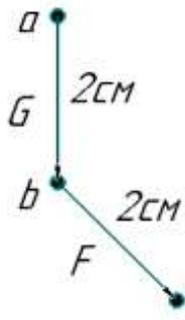

Рисунок 8, а
3. Отложите в масштабе заданные силы F и G по линии их действия, используя правила построения силового многоугольника, т.е. из точки A отложите вектор G , равный отрезку ab ; из конца вектора G отложите вектор F , который будет равен отрезку bc (если $G = F = 10$ тонн, то длина отрезка $AB = BC = 2$ см) (рис.8а).
4. Отложите линии действия усилий N_{AB} и N_{BC} так, чтобы силовой многоугольник замкнулся. Если обозначить вершины многоугольника буквами a, b, c, d, то вектор $\overline{ab} = G$, вектор $\overline{bc} = F$, вектор $\overline{cd} = N_{BC}$, вектор $\overline{da} = N_{AB}$ (рис.8б).
Рисунок 8 б
1. Выберите объект равновесия. Им будет точка, в которой сходятся все известные и неизвестные усилия (рис. 8а).